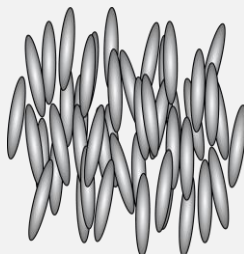

Fig. 2 : un cristal liquide en phase nématique
- **L'état nématique** (fig. 2) : à l'état nématique, les molécules ont des positions aléatoires, un mouvement désordonné mais une **orientation privilégiée** selon un axe. Sous l'effet d'une tension électrique, un cristal liquide passe toujours en phase nématique, les molécules s'orientent toutes dans la direction de l'axe +/- .